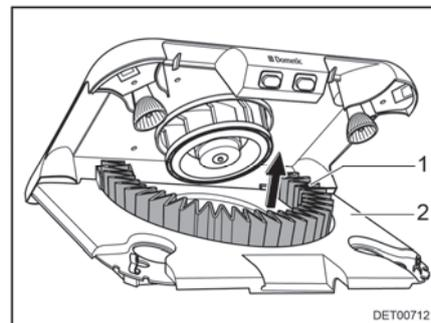

Fig. 148 Remplacer le filtre à charbon actif
- Retirer le filtre à charbon actif (Fig. 148,1) de son support par le haut.
- Pivoter le support à filtre (Fig. 148,2) vers le haut jusqu'à ce qu'il s'encastre.